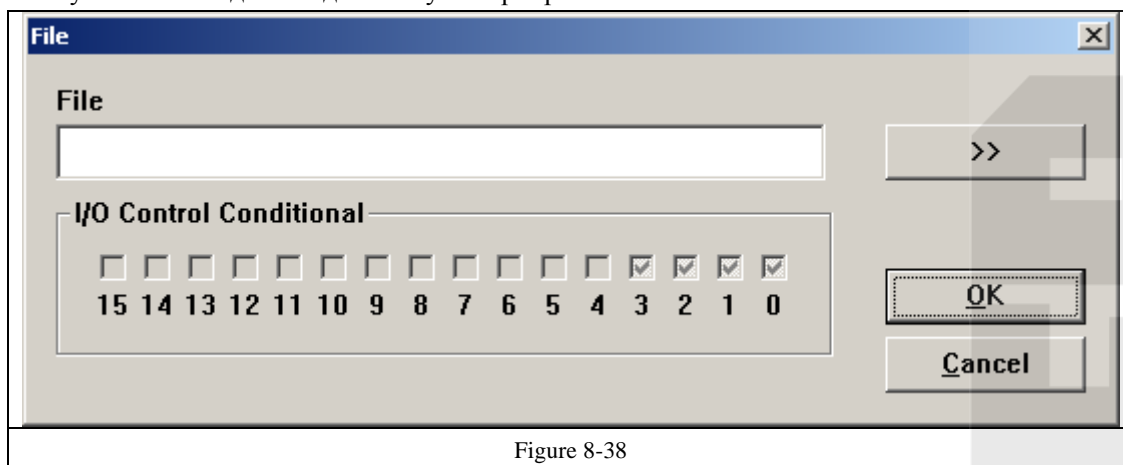
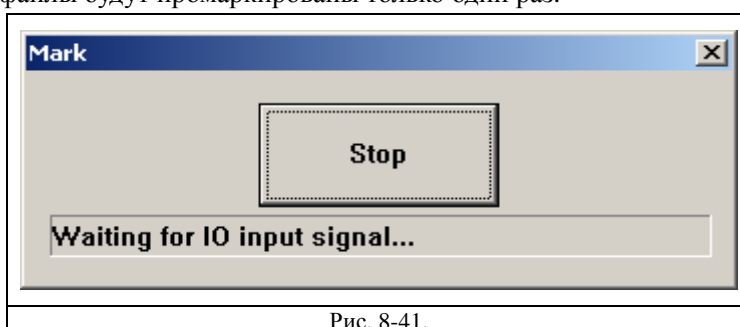

Figure 8-38
Рис. 8-41.
Add (добавить): добавление файлов .ezd. После нажатия кнопки «add» появляется окно диалога, показанное на Рис. 8-38. При установке для файлов условного управления вводом/выводом производится автоматическая маркировка файлов при поступлении на плату сигнала ввода/вывода в статусе маркировки.
Если приемлемый для программы сигнал должен быть импульсным, необходимо установить порт ввода/вывода (IO), не показанный на Рис. 8-38, в сигналах IO запуска маркировки. Например, порт 0-3, показанный на Рис. 8-38, должен быть изменен установкой другого порта в условиях IO начала маркировки, а именно: порта 6. Нажмите «маркировку», появится окно, Рис. 8-41. В случае одновременного принятия платой сигнала ввода/вывода (IO) начала маркировки и установленных условий управления вводом /выводом (IO) файлы будут промаркированы только один раз.